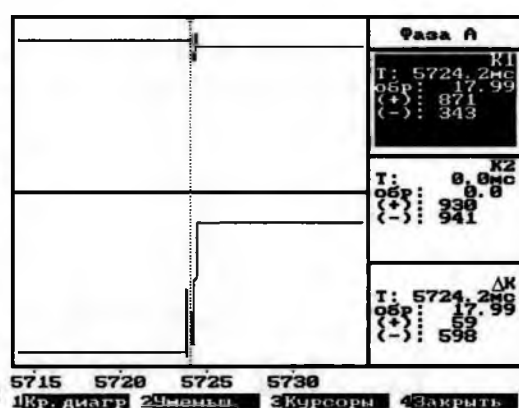

Рис. 11.29
11.7.4. Для более детального рассмотрения определенного участка график можно увеличить, наведя текущий курсор на этот участок и нажав кнопку F2 (функция - увеличить), см. рис. 11.29.